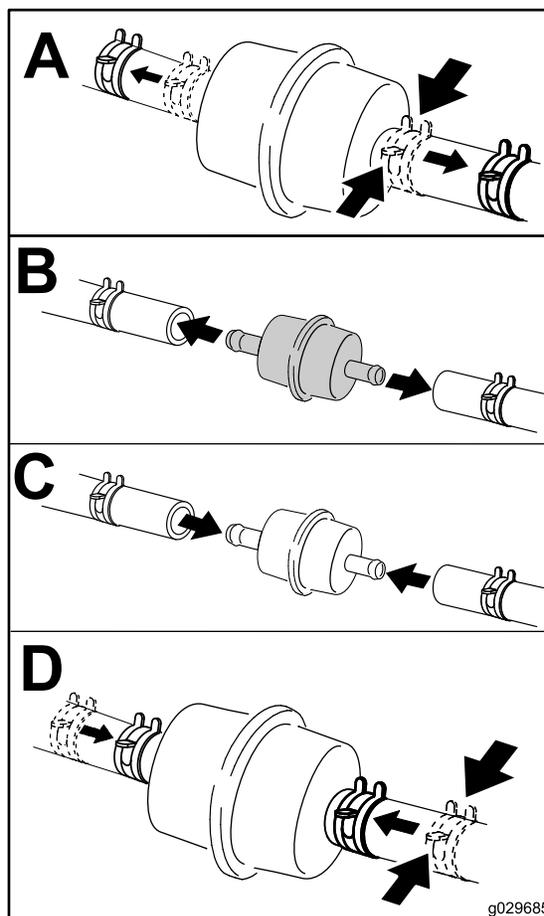

Figura 42
4. Coloque um recipiente limpo debaixo do filtro de combustível e substitua o filtro de combustível como se mostra na Figura 42.